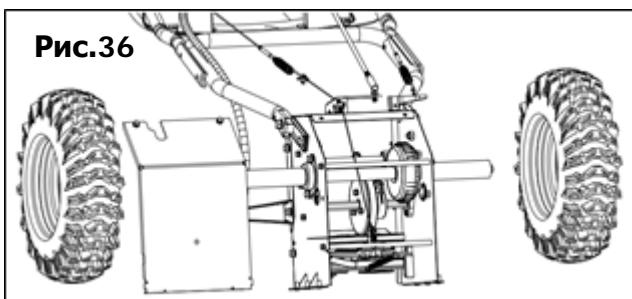

Рис.36
- Снимите правое колесо, удалив винт и раструбную шайбу, которые крепят его к оси (Рис. 36).